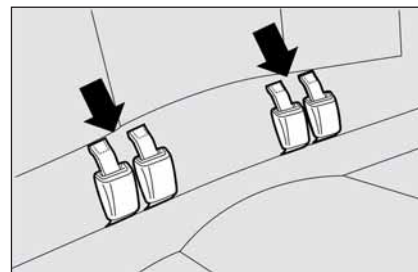

fig. 120
- ☐ accrocher les boucles aux agrafes **fig. 120** (indiquées par les flèches) situées sur le dossier;